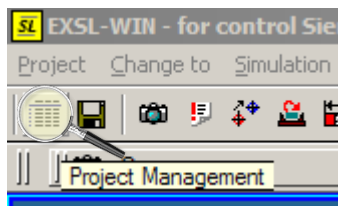

Figura 1.2 Accesarea meniului *Project Management*
1. Dați click pe iconița *Project Management*, ca în figura 1.2: